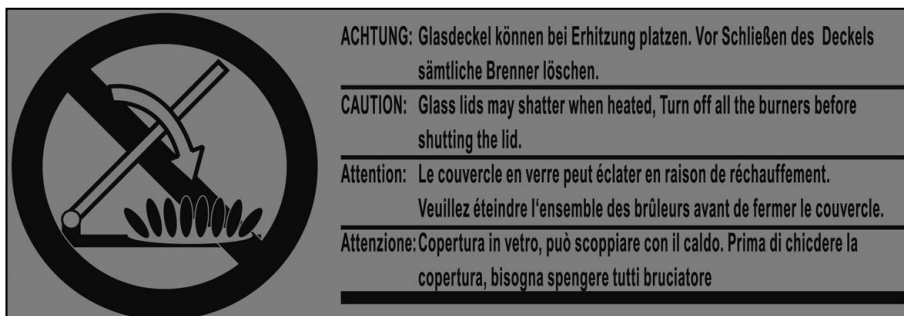

Fig. 122 Autocollant sur le réchaud
- Ne pas fermer le recouvrement du réchaud à gaz pendant que celui-ci est en marche. Sinon le recouvrement du réchaud à gaz risque de se fendre. Observer ce qui est écrit sur l'autocollant (Fig. 122).